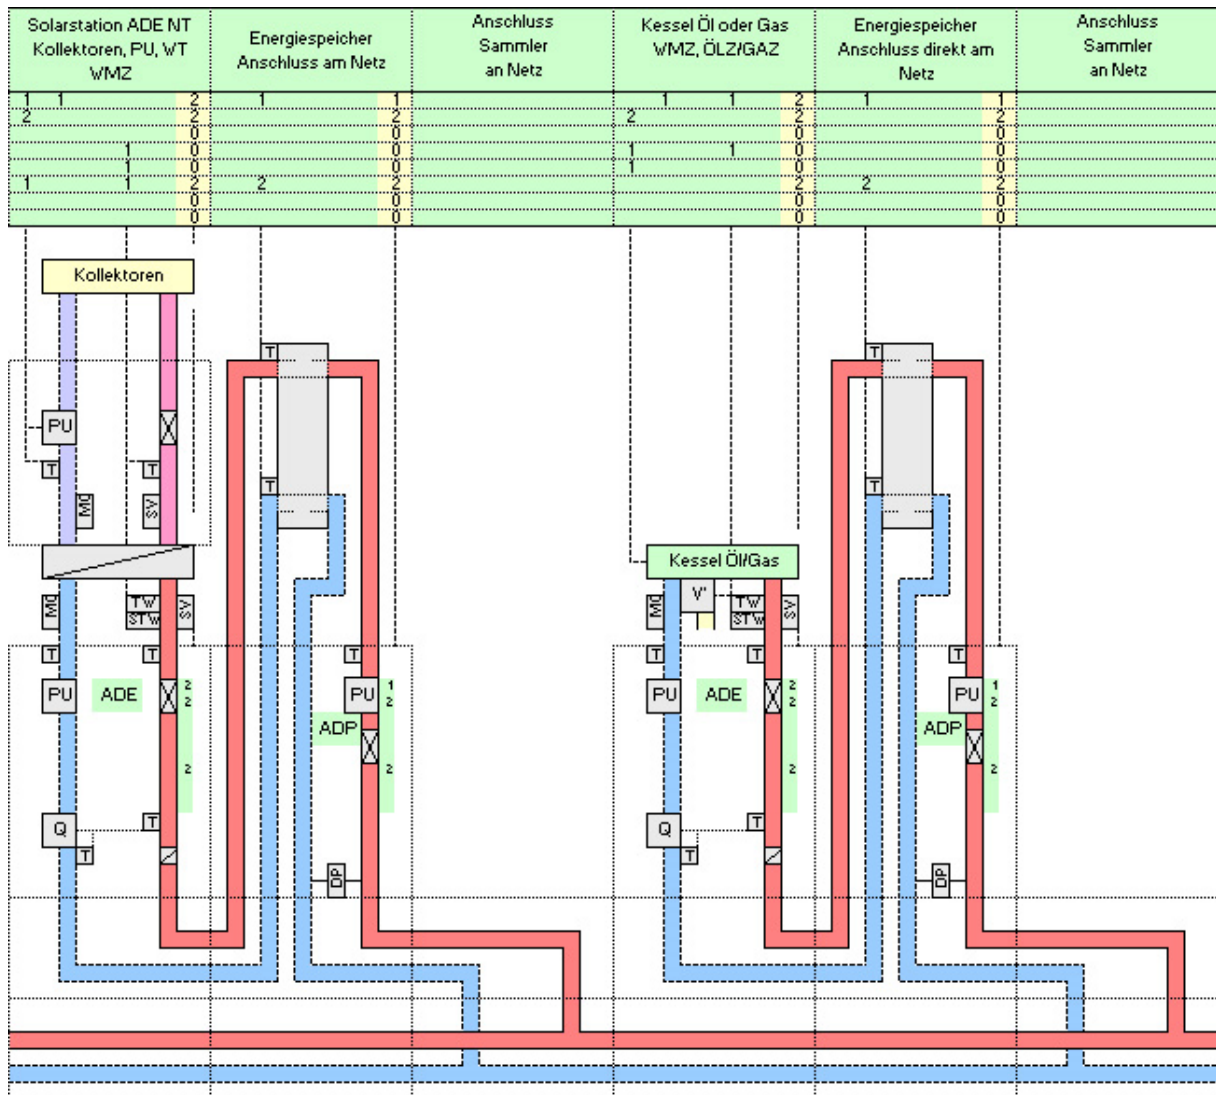

Bild 47
47. Kessel mit E-Speicher HT und SO-Station mit E-Speicher NT parallel (Bild 47)